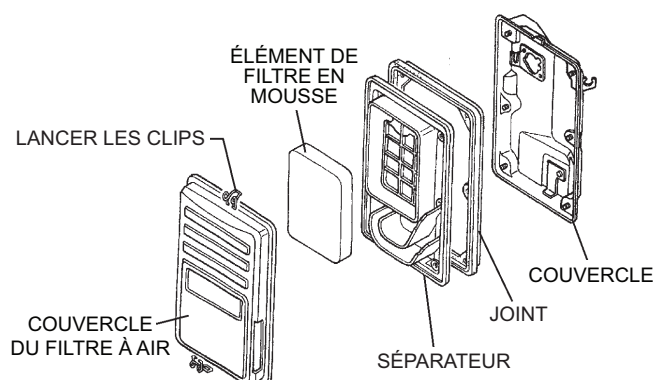

Figure 34. Filtre à air cyclonique
1. Retirer le couvercle du filtre à air et l'élément filtrant en mousse comme illustré à la Figure 34.